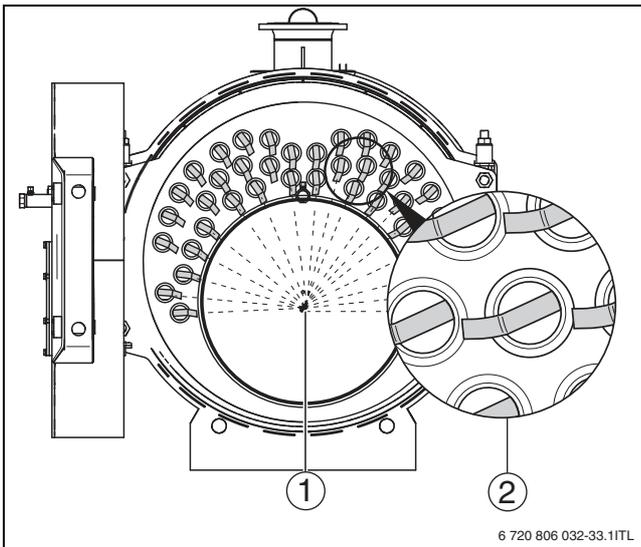

Рис. 31 Установка турбуляторов
- ▶ Устанавливайте турбуляторы так, чтобы все концы (→ рис. 31, [2]) были направлены к середине камеры сгорания.